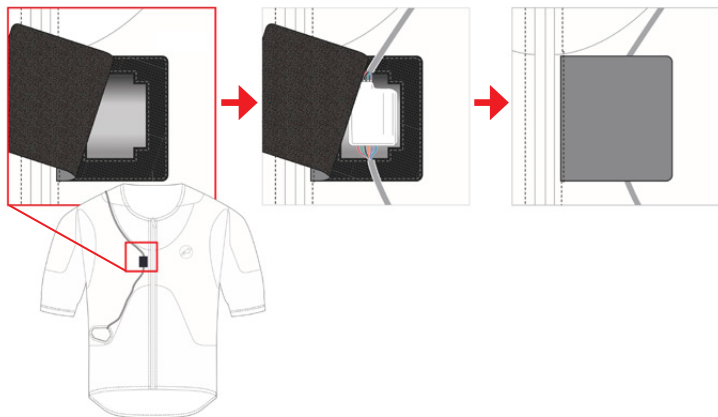

Figura 26: Inserción de la Pantalla LED (3) y la Cremallera de Activación (2)
1. **Insertar la Pantalla LED (3) y la Cremallera de Activación (2)** - Volver a insertar la pantalla LED (3) en la ranura de su carcasa y volver a colocar la Cremallera de Activación (2) en el bolsillo, teniendo cuidado de colocar correctamente la Cremallera de Activación (2) dentro de su carcasa y controlando que el Velcro esté bien cerrado, como se muestra en la figura 26.